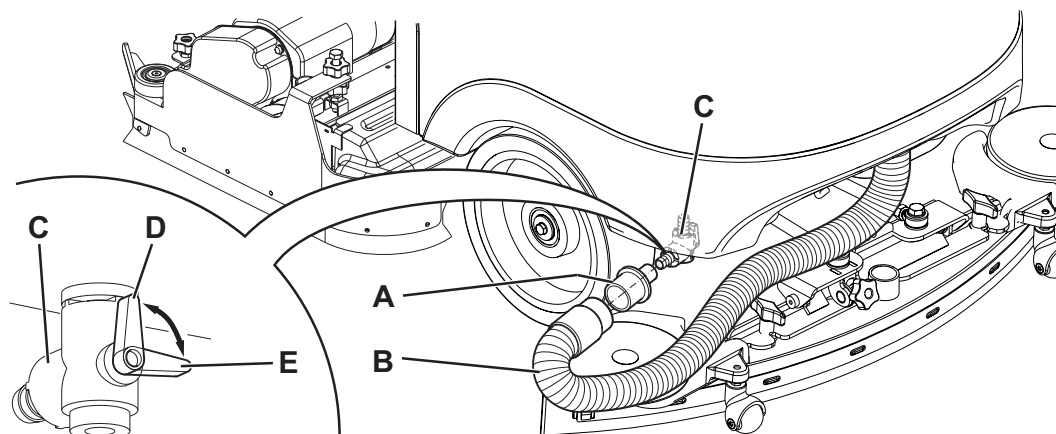

Figure 6
1. Arrêter la machine en relâchant la pédale (4).
2. Soulever la tête porte-brosses / plateaux support disque et l'embouchure en appuyant sur l'interrupteur (63).
4. Vider le réservoir de l'eau de récupération au moyen du tuyau (24).
5. Extraire le conteneur déchets avec la grille correspondante (26), la vider et la nettoyer à l'eau propre. Le monter à nouveau sur le tuyau d'aspiration dans le réservoir.
8. Prendre l'adaptateur (45) positionné dans son logement dans le logement batteries.
9. Monter l'adaptateur (A, Fig. 6) dans le tuyau d'aspiration (B) de l'embouchure, puis l'insérer dans le robinet de décharge (C).
10. Positionner la clé de contact (58) sur "I" et démarrer le système d'aspiration au moyen de l'interrupteur (65).
11. Ouvrir le robinet de décharge (C) pour permettre la vidange du réservoir (22).